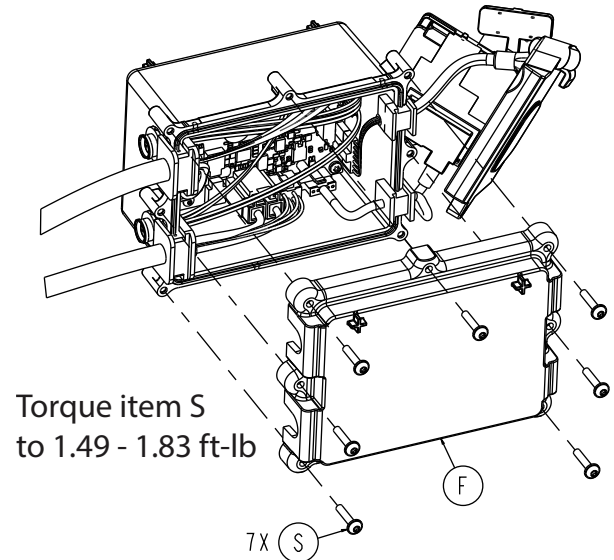

Figure 54 – Retirer les vis du couvercle supérieur HBC
10. À l'aide d'une clé Torx T20, retirer les sept vis de taraudage à tête ronde à embase (S) qui fixent le couvercle supérieur (F) à l'ensemble de boîtier HBC (Figure 54). Retirer et conserver la housse supérieure. Conserver les vis.